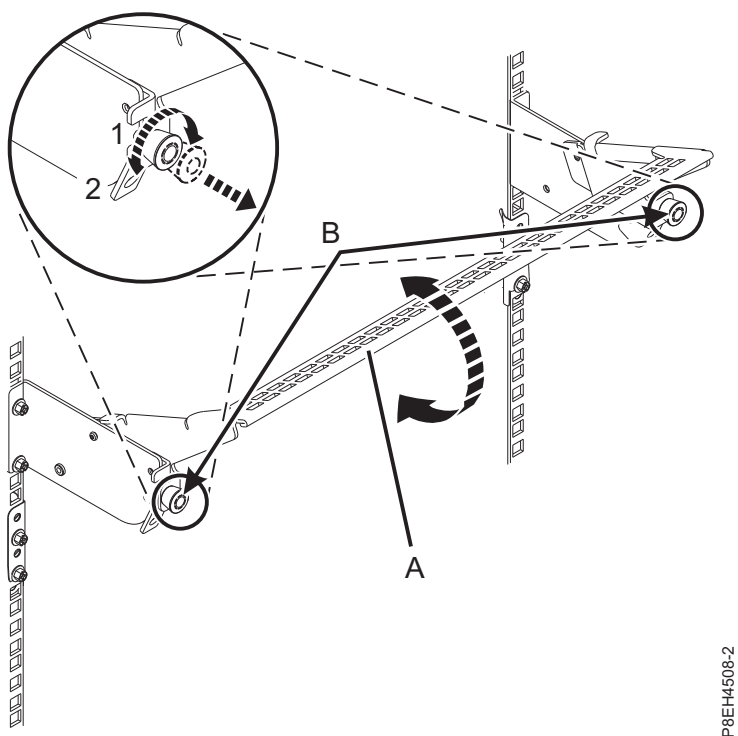

Figura 12. Colocación de la abrazadera portacables en posición operativa
- a. Extraiga los cierres de giro de 90 grados (**B**) y hágalos girar para soltarlos mientras levanta la abrazadera portacables (**A**) llevándola a su posición más baja (**2**). Consulte la Figura 12 en la página 14.